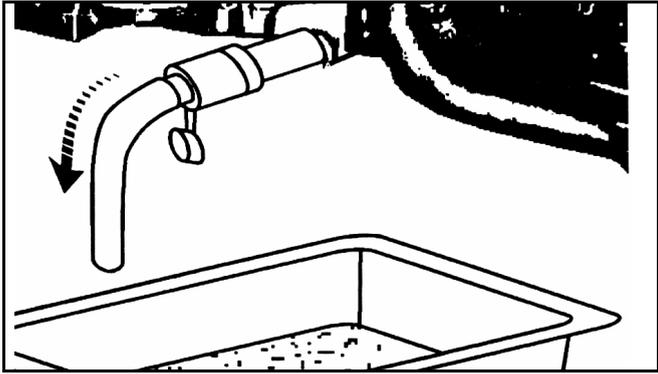

Fig 24
1. Placer un récipient plat de 2 litres sous le robinet de vidange (Fig. 24). Note: il peut être nécessaire de soulever le côté gauche du tracteur (avec des cales sous les roues de gauche) pour avoir un bon écoulement.